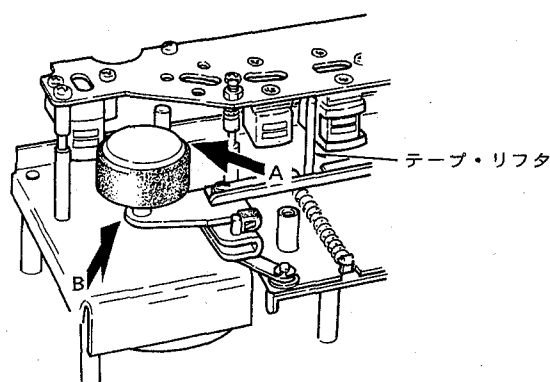

図10 平行度のチェック方向
- 図10に示すテープ・リフタを手で押し上げ、ピンチ・ローラをキャプスタン・シャフトに近づける。
- 図10に示すA方向から見て、ピンチ・ローラとキャプスタン・シャフトの平行度をチェックする。(図11)
- 次にピンチ・ローラを外し、テープ・リフタを上げ、図10のB方向から見てピンチ・ローラとキャプスタン・シャフトの平行度をチェックする。